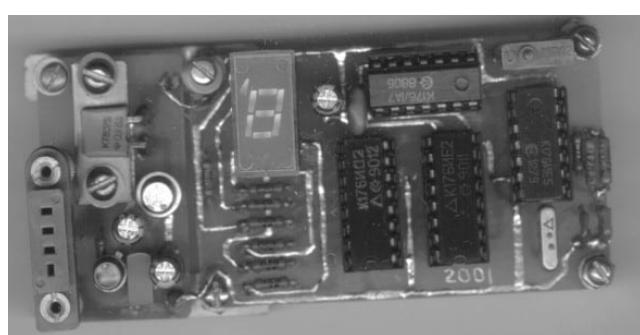

Рис.3
- Ну и чудненько - подвел черту Сан-Саныч, и все вернулись к работе. На следующее утро Вася Ка-Зе торжественно поставил перед Сан-Санычем небольшой блочок, внешний вид которого показан на **рис.3**.